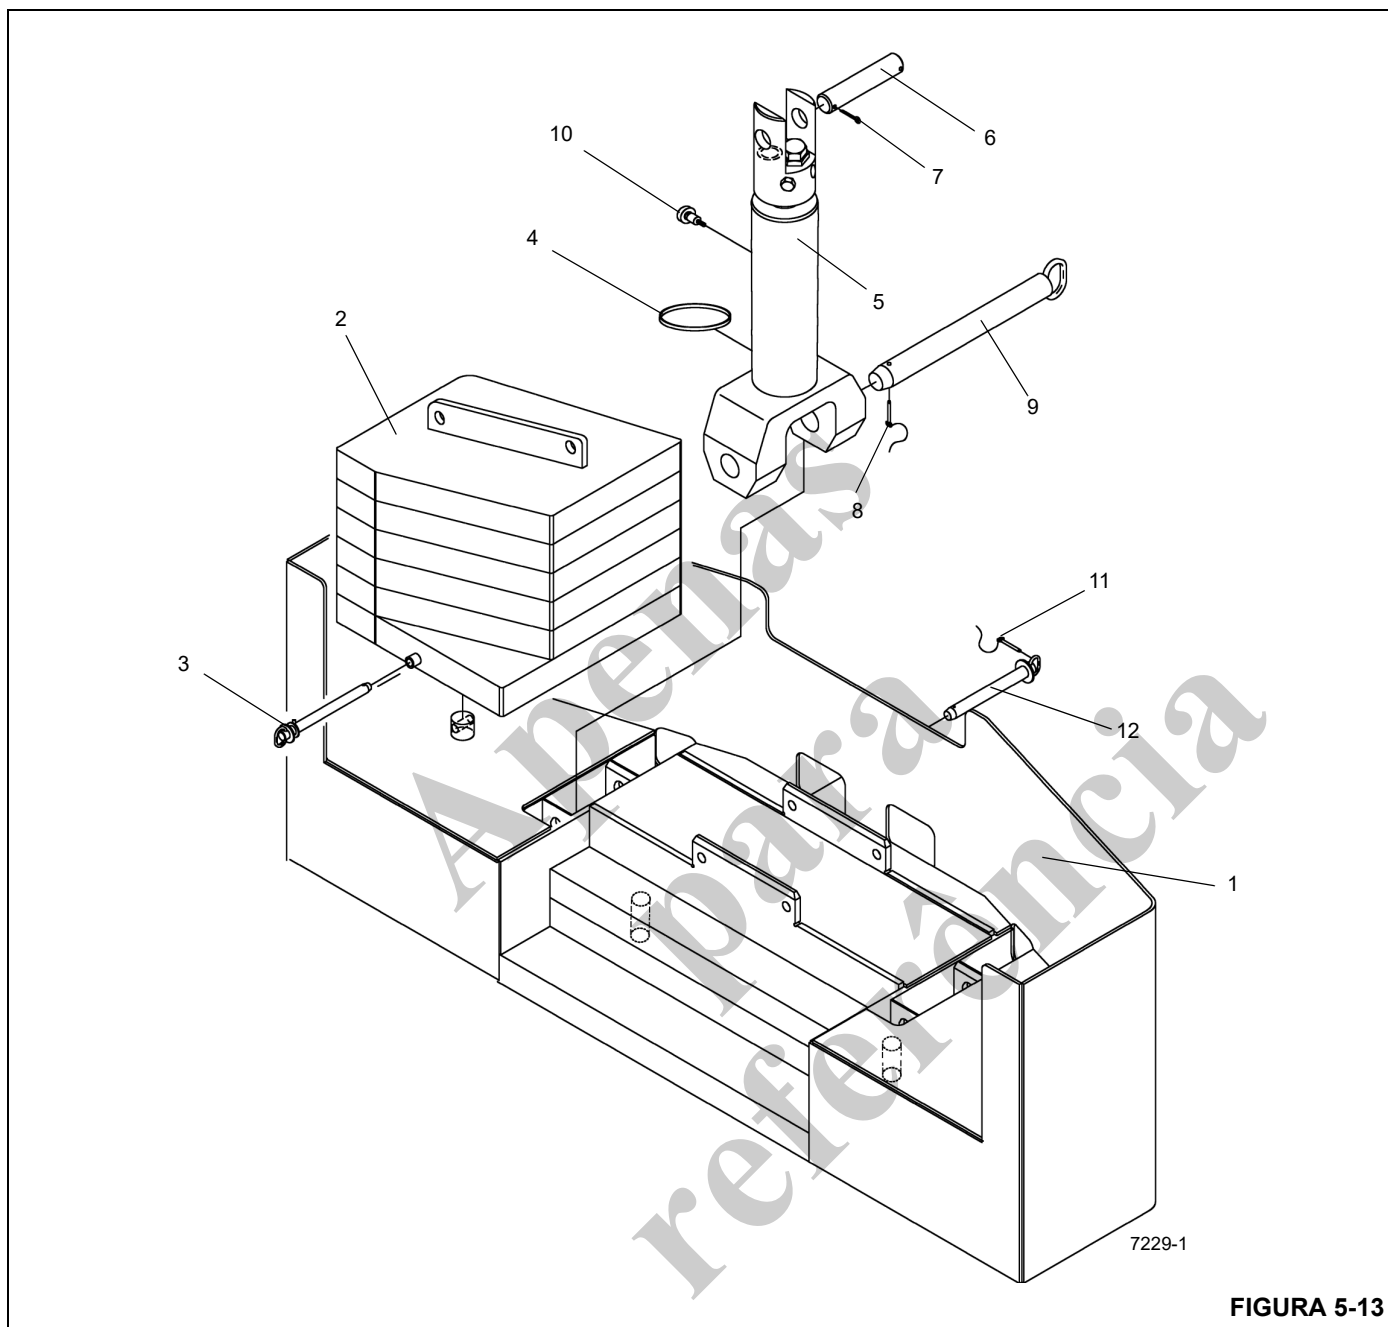
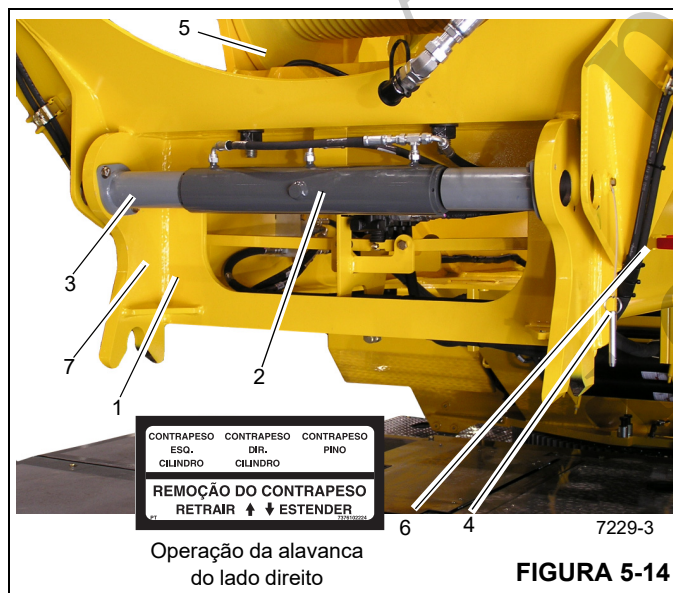

FIGURA 5-13
FIGURA 5-14
O ajuste dos apoios do suporte do contrapeso (1) (Figura 5-12) é proibido quando o contrapeso (1) (Figura 5-13) estiver apoiado sobre eles.
- Ao instalar o contrapeso (1) (Figura 5-13), verifique se os dois pinos de montagem hidráulica da estrutura do guincho auxiliar (7) (Figura 5-14) estejam totalmente estendidos e que os pinos retentores estejam no lugar antes que o contrapeso seja elevado.
- Antes de desprender a estrutura do guincho auxiliar (7) (Figura 5-14), todos os contrapesos devem estar totalmente abaixados e firmemente apoiados. Antes de abaixar, certifique-se de que a estrutura do guincho auxiliar (7) (Figura 5-14) esteja adequadamente apoiada pelos cilindros de remoção do contrapeso (5) (Figura 5-13) e que os dois pinos hidráulicos de montagem estejam completamente retraídos.
6. Não desconecte, neste momento, as linhas dos cilindros de remoção do contrapeso (5) (Figura 5-13).
- NOTA:** Pode ser necessário retrair os cilindros de remoção do contrapeso (5) (Figura 5-13) para aliviar o peso do contrapeso nos pinos da estrutura do guincho auxiliar (12) (Figura 5-13).
7. Remova os pinos de engate (11) (Figura 5-13) e os pinos do contrapeso à estrutura do guincho (12) (Figura 5-13). Eles são acessados através dos furos localizados atrás do contrapeso (1) (Figura 5-13).
8. Usando as alavancas de remoção do contrapeso (6) (Figura 5-14), estenda os cilindros de remoção do contrapeso (5) (Figura 5-13) e abaixe cuidadosamente o contrapeso (1) (Figura 5-13) nos apoios do contrapeso.
9. Remova os pinos de retenção (4) (Figura 5-14) para permitir o que o cilindro de remoção do pino (2) (Figura 5-14) retraia os pinos nas extremidades de suas hastes.
10. Use as alavancas de remoção do contrapeso (6) (Figura 5-14) para retrair os pinos nas extremidades das hastes do cilindro de remoção do pino (2) (Figura 5-14) e solte a estrutura do guincho auxiliar (7) (Figura 5-14) da mesa giratória.
11. Retraia os cilindros de remoção do contrapeso (5) (Figura 5-13) e abaixe cuidadosamente a estrutura do guincho auxiliar (7) (Figura 5-14) no contrapeso.
13. Prenda o contrapeso (1) (Figura 5-13) na estrutura do guincho auxiliar (7) (Figura 5-14) com os pinos de montagem do contrapeso à estrutura do guincho (12) (Figura 5-13) e pinos de engate (11) (Figura 5-13).
Não tente separar a estrutura do guincho auxiliar (7) (Figura 5-14) do contrapeso (1) (Figura 5-13) enquanto estiver sobre o suporte do contrapeso (1) (Figura 5-12). A estrutura do guincho auxiliar (7) (Figura 5-14) pode atingir o contrapeso (1) (Figura 5-13) e derrubá-lo do suporte.
Na opção de contrapeso pesado removível (2) (Figura 5-13), não utilize olhais de elevação no contrapeso pesado para levantar todo o contrapeso pesado e a estrutura do guincho auxiliar. Os olhais de elevação do contrapeso pesado são projetados para levantar apenas o contrapeso pesado removível.
15. Prenda com lingas um dispositivo de elevação adequado à estrutura do guincho auxiliar (7) (Figura 5-14). Use o guindaste para transferir com cuidado a estrutura do guincho auxiliar (7) (Figura 5-14) e o contrapeso (1) (Figura 5-13) para o solo ou veículo adequado de transporte.
NOTA: A etapa 16 aplica-se ao contrapeso pesado removível (2) (Figura 5-13).
16. Diminua, se desejável o peso no contrapeso retirando os dois conjuntos soldados do contrapeso pesado (2) (Figura 5-13). Para retirar os conjuntos soldados, prenda um dispositivo de elevação adequado com linguas presas aos olhais de elevação. Libere os conjuntos soldados do contrapeso removendo os pinos. Usando o dispositivo de elevação, retire os conjuntos soldados.
Monte o contrapeso padrão removível (1) (Figura 5-13) e a estrutura do guincho auxiliar (7) (Figura 5-14) no solo ou sobre um veículo de transporte adequado. Não tente montar no suporte do contrapeso. A estrutura do guincho auxiliar pode atingir o contrapeso e derrubá-lo do suporte.
Monte o contrapeso pesado removível (2) (Figura 5-13) e a estrutura do guincho auxiliar (7) (Figura 5-14) no solo ou sobre um veículo de transporte adequado. Não tente montar no suporte do contrapeso (1) (Figura 5-12). A estrutura do guincho auxiliar (7) (Figura 5-14) pode atingir o contrapeso e derrubá-lo do suporte.
O conjunto do contrapeso pesado removível (2) (Figura 5-13) deve ser instalado com dois contrapesos pesados. Usar somente um contrapeso pesado pode fazer com que o guindaste fique instável.
NOTA: A etapa 3 aplica-se ao contrapeso pesado removível (2) (Figura 5-13).
3. Prenda um dispositivo de elevação adequado com linguas aos olhais de elevação de cada conjunto soldado do contrapeso pesado. Com o dispositivo de elevação, instale cuidadosamente os dois conjuntos soldados do contrapeso pesado (2) (Figura 5-13) no lugar na estrutura do guincho auxiliar do contrapeso (7) (Figura 5-14). Fixe os conjuntos soldados do contrapeso no lugar com os pinos.
4. Usando um dispositivo adequado de elevação com linguas presas à estrutura do guincho auxiliar (7) (Figura 5-14), posicione cuidadosamente a estrutura do guincho auxiliar (7) (Figura 5-14) no contrapeso (1) (Figura 5-13).
5. Prenda o contrapeso (1) (Figura 5-13) aos cilindros de remoção do contrapeso (5) (Figura 5-13) com os pinos de montagem do cilindro ao contrapeso (9) (Figura 5-13) e pinos de engate (8) (Figura 5-13). Prenda o contrapeso (1) (Figura 5-13) na estrutura do
guincho auxiliar (7) (Figura 5-14) com os pinos de montagem do contrapeso à estrutura do guincho (12) (Figura 5-13) e pinos de engate (11) (Figura 5-13).
10. Remova os pinos de engate (8) (Figura 5-13) e os pinos de montagem do contrapeso à estrutura do guincho (9) (Figura 5-13) para liberar a estrutura do guincho auxiliar (7) (Figura 5-13) do contrapeso (1) (Figura 5-13).
11. Usando as alavancas do contrapeso (6) (Figura 5-14), estenda totalmente os cilindros de remoção do contrapeso (5) (Figura 5-13) e levante cuidadosamente a estrutura do guincho auxiliar (7) (Figura 5-14) para encaixarem nas placas da mesa giratória.
12. Use a alavanca de remoção do pino (6) (Figura 5-14) para estender os pinos nas extremidades das hastes do cilindro de remoção do pino (5) (Figura 5-14) e monte nos pinos a estrutura do guincho auxiliar (7) (Figura 5-14) à mesa giratória.
13. Instale os pinos de retenção (4) (Figura 5-14) para prender os pinos nas extremidades das hastes do cilindro de remoção do pino (2) (Figura 5-14) para que a estrutura do guincho auxiliar (7) (Figura 5-14) fique presa.
14. Retraia os cilindros de remoção do contrapeso (5) (Figura 5-13) e levante cuidadosamente o contrapeso (1) (Figura 5-13) até sua posição de instalação (operacional).
15. Prenda o contrapeso (1) (Figura 5-13) na estrutura do guincho auxiliar (7) (Figura 5-14) com os pinos de montagem do contrapeso à estrutura do guincho (12) (Figura 5-13).